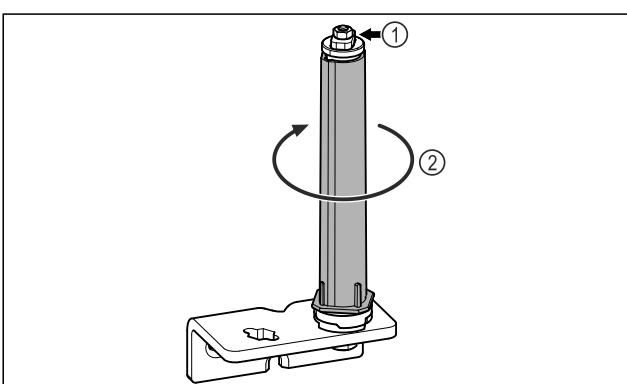

Fig. 18
► Μην αποσυναρμολογείτε το σύστημα κλεισίματος πόρτας Fig. 18 (1).
- Περιστρέψτε το σύστημα κλεισίματος Fig. 18 (2), μέχρι να κάνει κλικ.